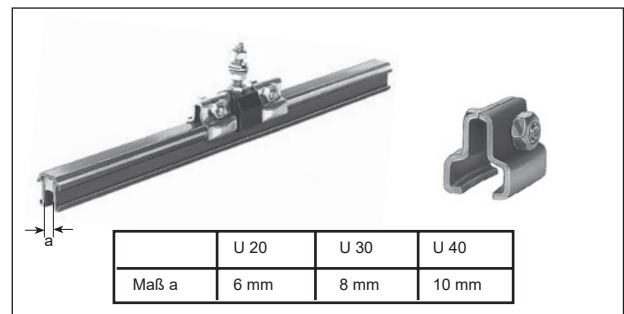

Bild 6: Aufhängung und Sicherungsklemme
8. Sicherungsklemme (Bild 6)
Nach dem Anziehen der Sicherungsklemmen muß die Breite des Schlitzes (Bild 6, Maß a) kontrolliert werden.